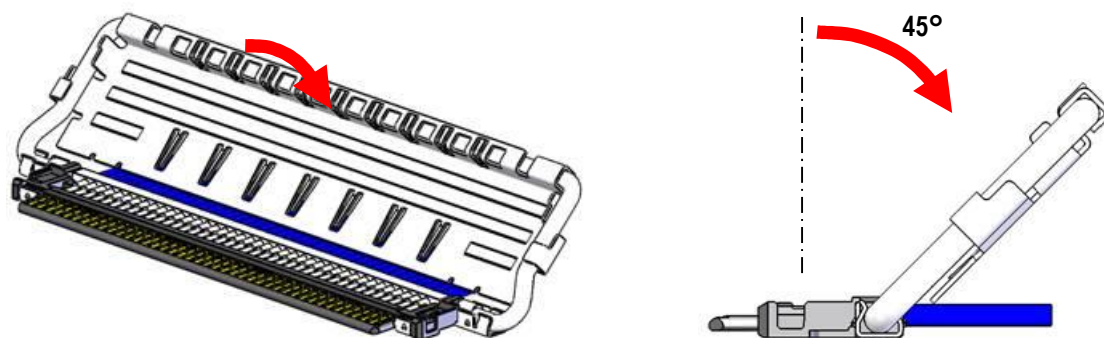

Fig.7 Tilt Lock Bar Assembly
③ Fig.7 の様に Shell-A を Housing assembly から組み付ける。